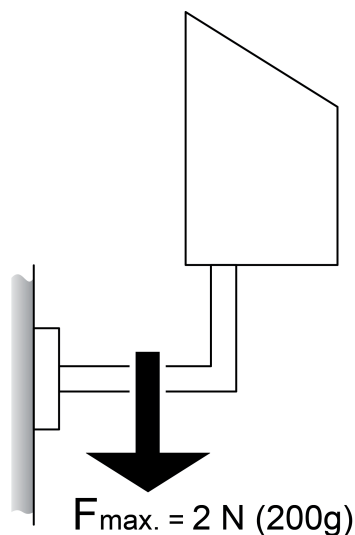

Bild 4: Maximal last på vinkelarmen
- Dra in kablarna för spänningsförsörjning och bussanslutning genom en av de båda kabelin-föringarna (11) in i kopplingsdosan (3).
- Anslut försörjningsspänning till anslutningsklämman (9).
- Anslut KNX-bussledningen till anslutningsklämman (10).
- Anslut kontakten till sensorhuvudet (1) till sensorklämman (8) i kopplingsdosan (3).
- ❗ Vinkelarmen (2) kan gå av när kopplingsdosan stängs. Använd inte vinkelarmen som hävarm (bild 4).